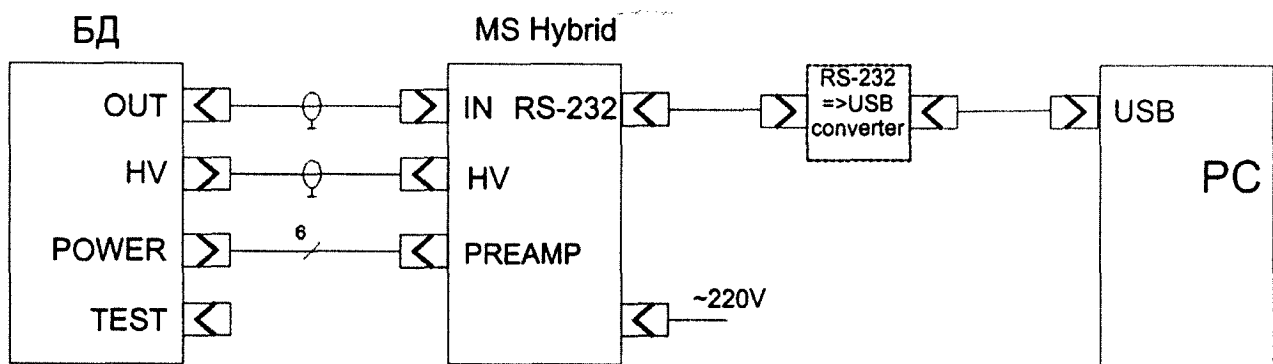

Рис. 13. Схема кабельных соединений элементов для вариантов исполнения комплекса Эко ПАК-01-3, Эко ПАК-02-3, Эко ПАК-03-3.
1.5.24. Схемы кабельных соединений элементов вариантов исполнения комплекса Эко ПАК-01-1, Эко ПАК-02-1, Эко ПАК-03-1 и Эко ПАК-01-2, Эко ПАК-02-2, Эко ПАК-03-2 с подключением к компьютеру показаны на Рис. 12 и Рис. 13, соответственно.
1.5.26. На Рис. 13 показана работа комплекса совместно с персональным компьютером (на Рис. 13 обозначен как РС).